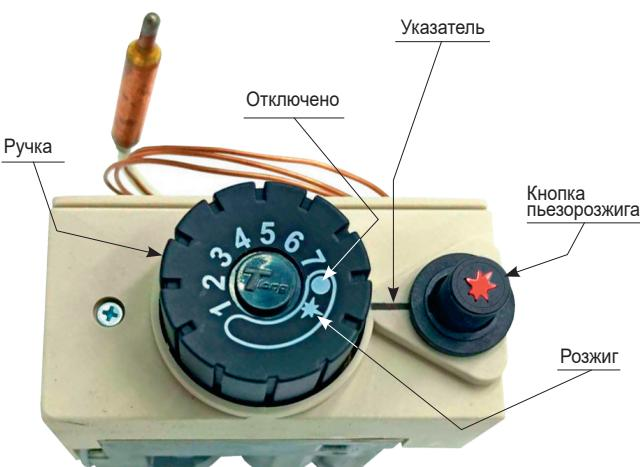

Рис. 9. Элементы управления на газовом блоке управления TGV 307
Установить ручку газового блока в положение «Отключено» (см. рис. 9).
Повернуть ручку газового блока против часовой стрелки на отметку «7» (рис. 9) и проконтролировать включение основных горелок. Розжиг должен происходить без хлопка, пламя должно распространяться по всей поверхности горелочных труб.
Установить желаемую температуру нагрева положением ручки газового блока на отметку от «1» (40°C) до «7» (90°C) (рис. 9).
**ВНИМАНИЕ! ДЛЯ ПОВТОРНОГО РОЗЖИГА КОТЛА С ГАЗОВЫМ БЛОКОМ TGV 307 НЕОБХОДИМО УСТАНОВИТЬ РУЧКУ В ПОЛОЖЕНИЕ «ОТКЛЮЧЕНО» (СМ. РИС. 9), А ТОЛЬКО ЗАТЕМ ПОВЕРНУТЬ РУЧКУ ГАЗОВОГО БЛОКА В ПОЛОЖЕНИЕ «РОЗЖИГ».**